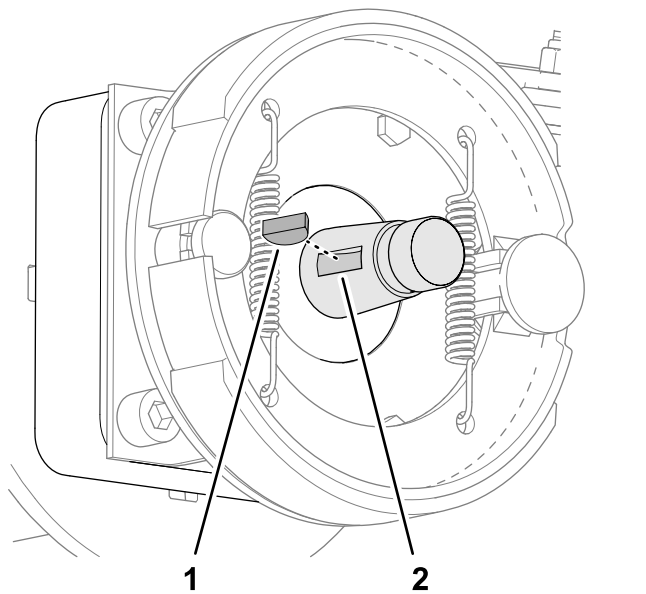

Bild 79
5. Entfernen Sie die Passfeder von der Radmotorwelle (Bild 79).